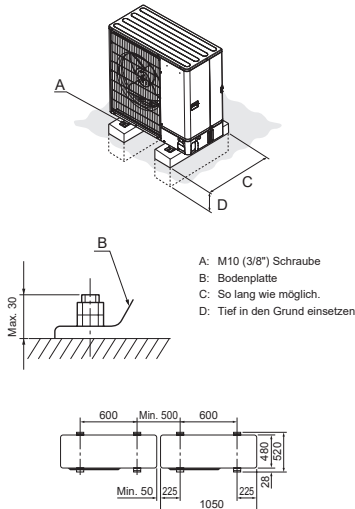

Abb. 4-1
- Die Anlage immer auf fester, ebener Oberfläche aufstellen, um Rattergeräusche beim Betrieb zu vermeiden. (Abb. 4-1)